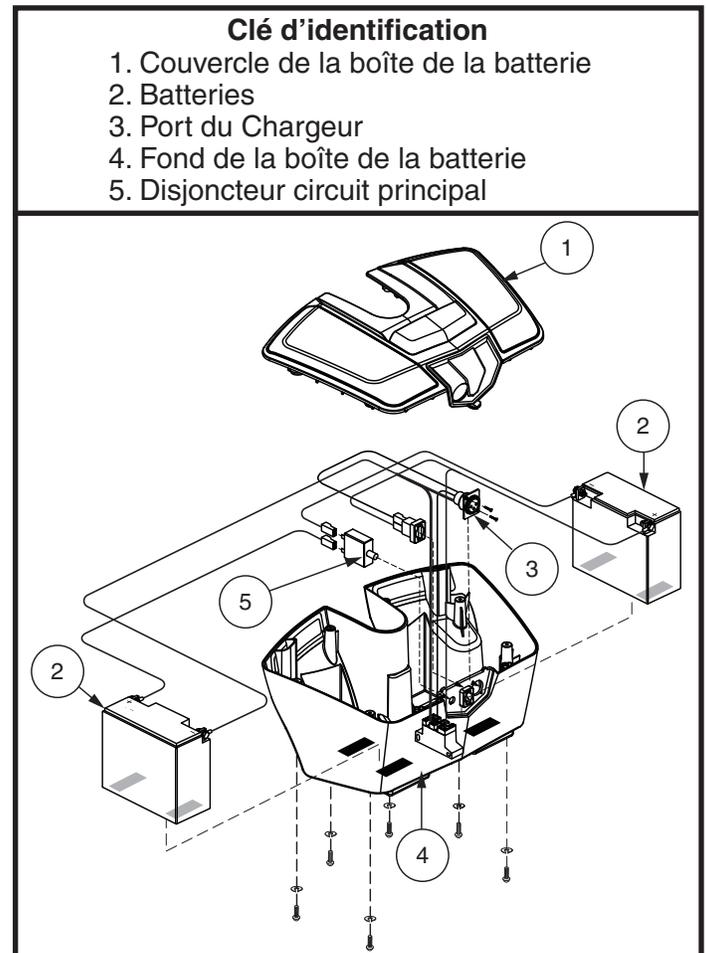

Figure 17. Boîtier à batteries du Go-Chair
3. Retirez toutes les vis qui retiennent les deux sections du boîtier. **Voir a figure 17.**
10. Rebranchez les deux fils (2) sur les bornes de batterie. Assurez vous de bien brancher le fil rouge à la borne (+) positive et le fil noir à la borne (-) négative.